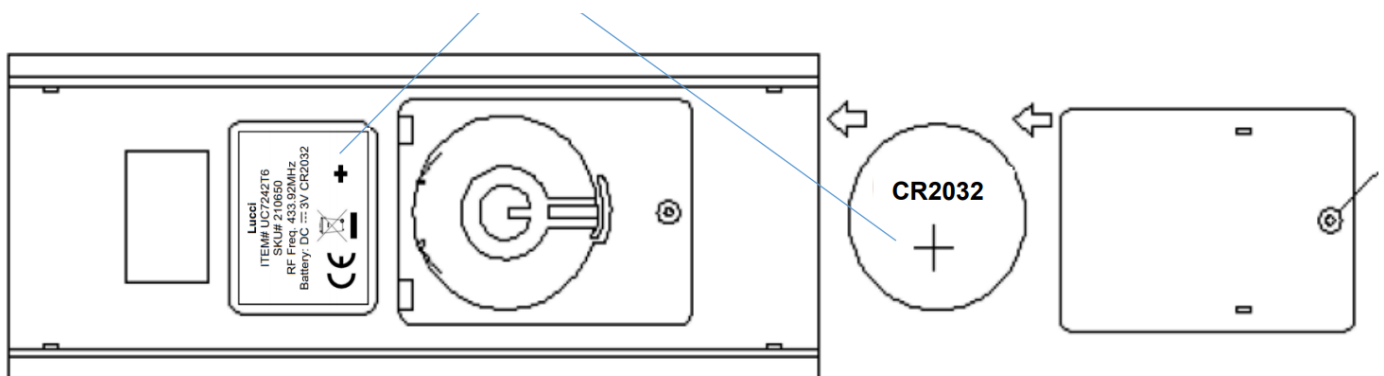

Abb. 11
EINSETZEN DER BATTERIE (Abb. 11)
Setzen Sie die 3V DC-Batterie vom Typ CR2032 in das Fach ein. Bitte achten Sie auf die richtige Polarität der Batterie. (Abb. 11)
- Setzen Sie die 3V DC-Batterie vom Typ CR2032 in das Fach ein. Bitte achten Sie auf die richtige Polarität der Batterie. (Abb. 11)